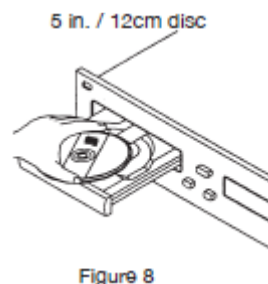
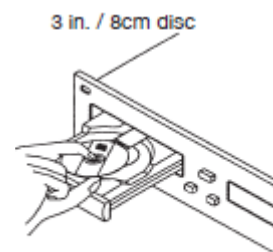

Figure 8
Figure 9
UCD-200 może odtwarzać płyty kompaktowe (CD) 8 centymetrowe i 12 centymetrowe. Płyty owalne i innych kształtów nie są kompatybilne. Wkładając płytę do napędu należy trzymać ją za krawędź. Nie wolno dotykać powierzchni z zapisem (błyszcząca strona). Płytę 12 centymetrową kładziemy na zewnętrznej prowadnicy (rysunek 8), a płytę 8 centymetrową na wewnętrznej (rysunek 9).